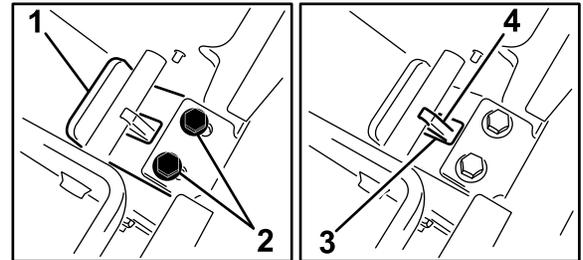

Bild 9
2. Während Sie den Druck auf der Rückplatte beibehalten, lassen Sie die Zunge auf Sie zu gleiten, bis die Lippe der Zungenpatte die Querstrebe berührt (Bild 9).